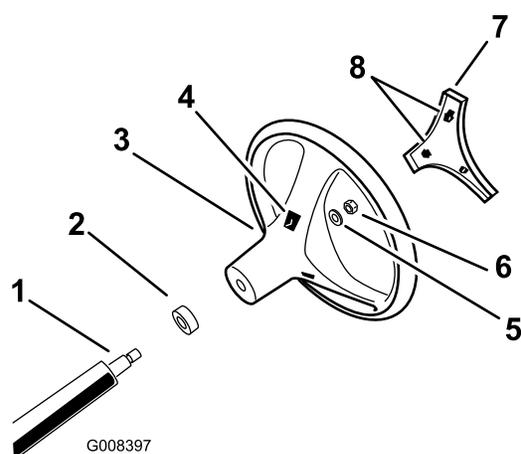

図 3
4. ハンドルをハンドルシャフトにはめ込み、ロックナットで固定する(図3)。ロックナットを、24-29 Nm 2.5-3.0 kg.m=18- 22 ft-lbにトルク締めする。
5. ハンドルのセンターカバーをハンドルのスロットに合わせて押し込み、センターカバーをハンドルハブに固定する(図3)。